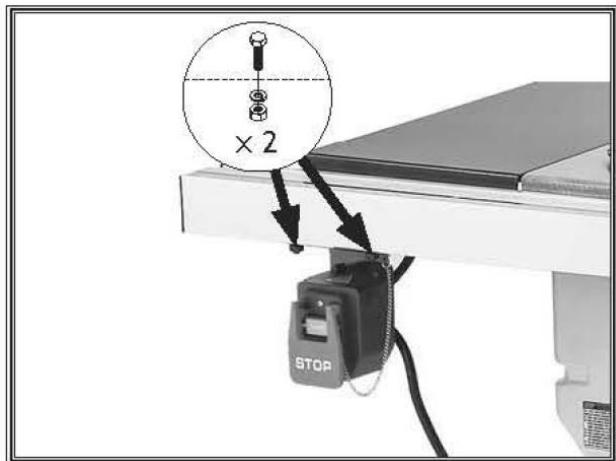

Рисунок 25. Установка выключателя
14. Установите выключатель на шестигранные болты с шагом 10, используя (2) шестигранные гайки LA8-1.25 и (2) стопорные шайбы 8 мм (см. рисунок 25).